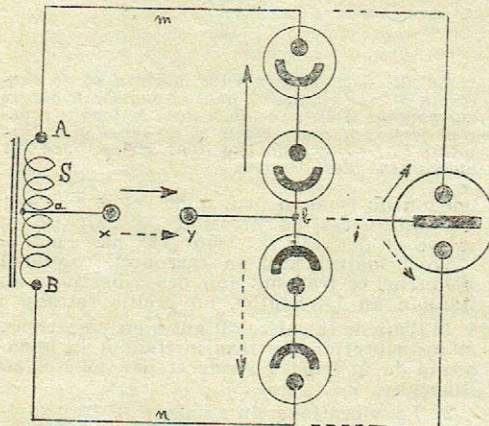

FIG. 1
Décrivons d'abord à grands traits l'appareil auditif, schématiquement représenté par la figure 1. En allant de l'extérieur à l'intérieur (c'est-à-dire, sur la figure, de gauche à droite) on distinguera :
FIG. 1. — Schéma de l'appareil auditif. Les zones séparées par les lignes pointillées sont : celles de l'oreille externe (A), de l'oreille moyenne (B) et de l'oreille interne (C).